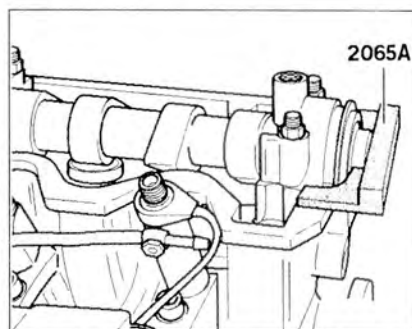

Рис. 3.24. Заблокируйте распределительный вал регулировочной линейкой 2065 А.
18. Заблокируйте распределительный вал регулировочной линейкой 2065 А (рис. 3.24). Отцентрируйте регулировочную линейку следующим образом: вращайте заблокированный распределительный вал до тех пор, пока край линейки не упрется в головку блока цилиндров. Измерьте зазор от другого конца линейки с помощью щупа. Вставьте щуп толщиной в половину измеренного расстояния между краем линейки и головкой блока цилиндров. Теперь поверните распределительный вал в другую сторону так, чтобы линейка соприкоснулась со щупом. Вставьте другой щуп такой же толщины между линейкой и головкой блока цилиндров с другой стороны.